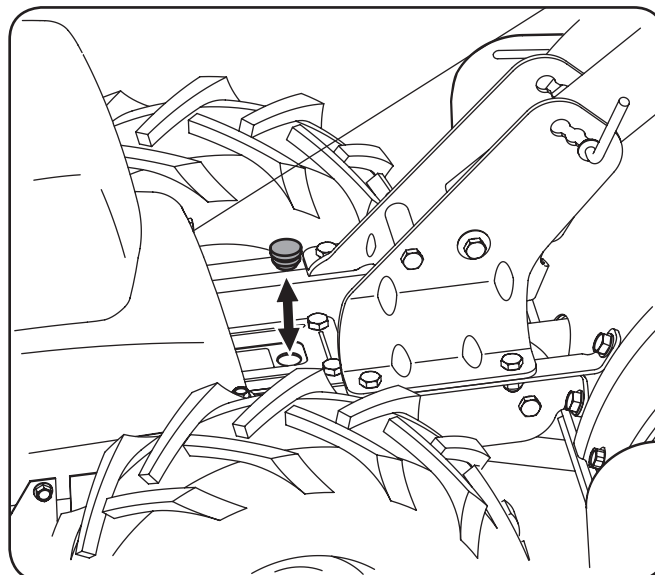

Figure 6-1
3. Retirez le bouchon d'huile de l'habitacle de la transmission et localisez l'arbre de transmission principal par le trou de remplissage de l'huile. Voir la Fig. 6-1.